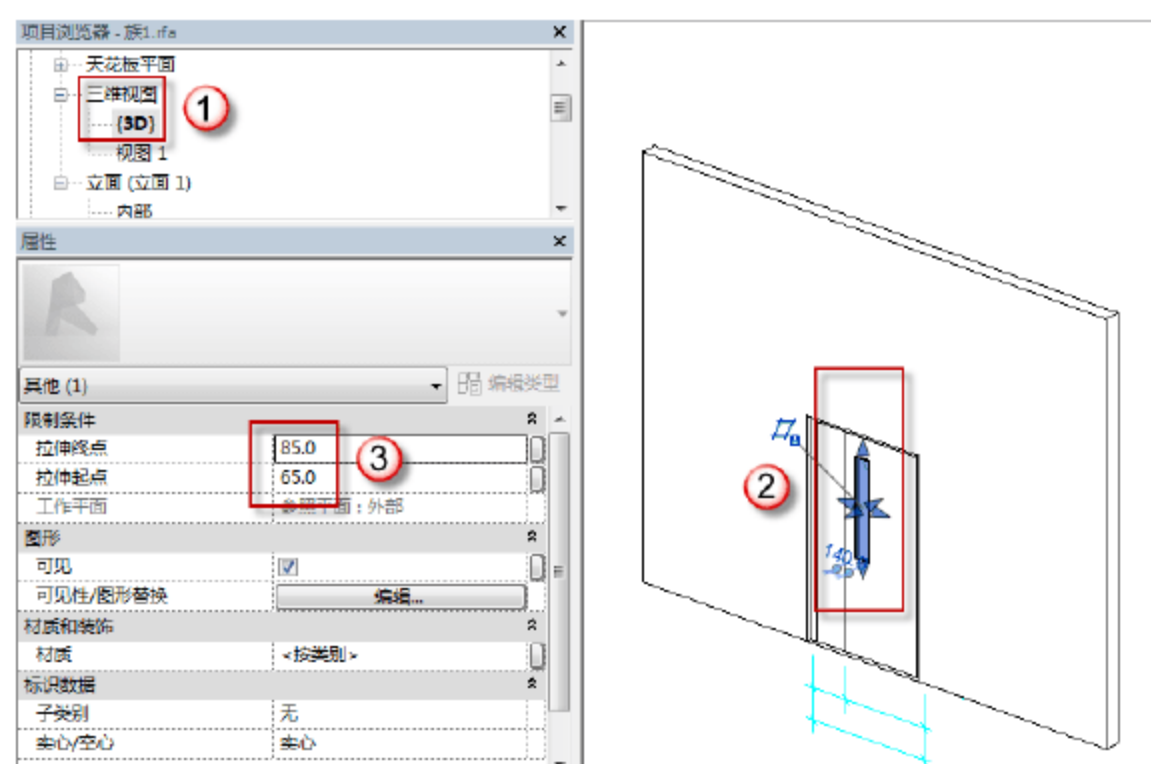

图 6.1.103 子母门中部窗户玻璃的位置及厚度
(23) 修改子母门中部窗户玻璃的位置及厚度。选择“项目浏览器”中的“立面(立面1)”→“{3D}”选项,可以进入窗洞的3D视图。选择绘制好的玻璃,打开“属性”面板,在“拉伸终点”中输入“85”字样,在“拉伸起点”中输入“65”字样,如图6.1.103所示。